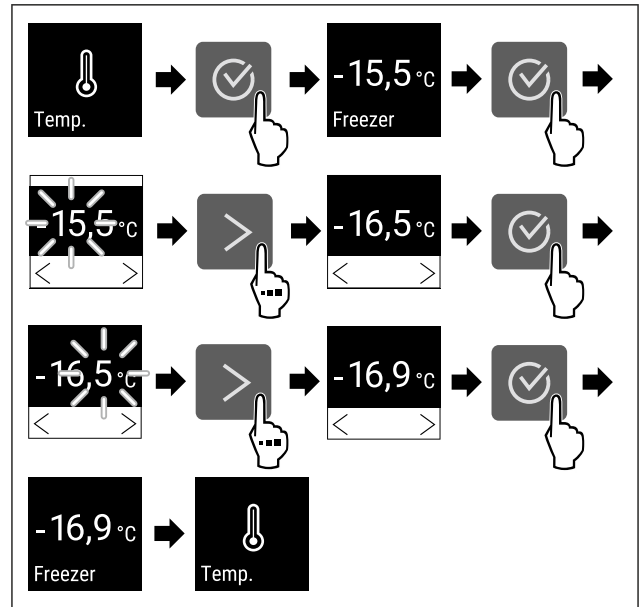

Fig. 65 Lämpötilan vaihtaminen -15,5°C:n lämpötilasta -16,9°C:n lämpötilaan
► Suorita toimenpidevaiheet (katso Fig. 65).